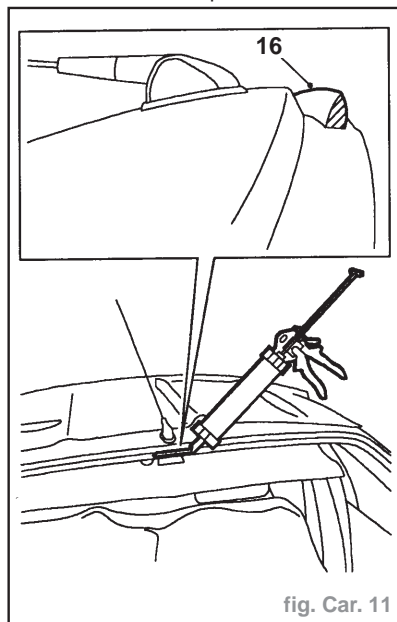

fig. Car. 11
- Appliquer un cordon continu de mastic d'étanchéité autour de la baie comme illustré (fig. Car. 11). Épaissir légèrement le cordon dans chaque coin.